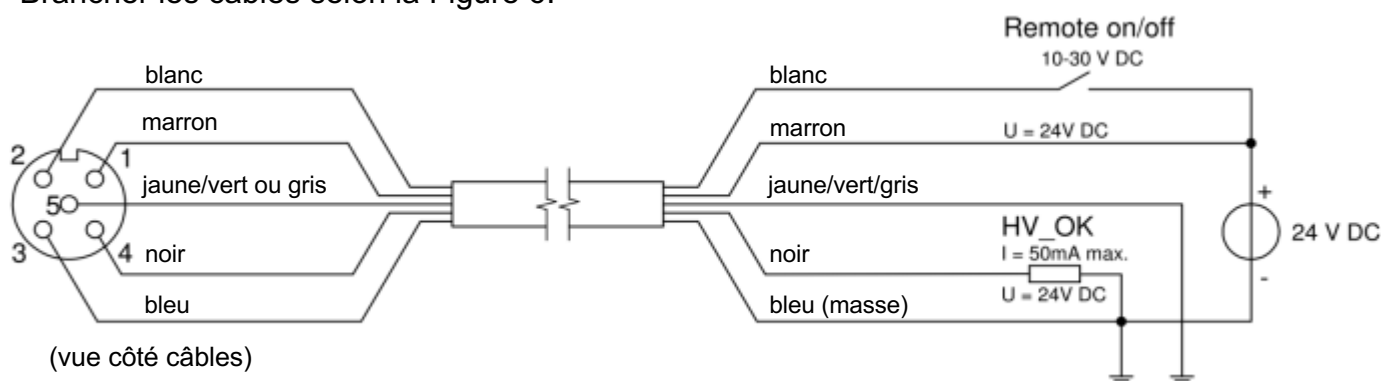

Figure 6 : Câblage EasION
- Brancher les câbles selon la Figure 6.